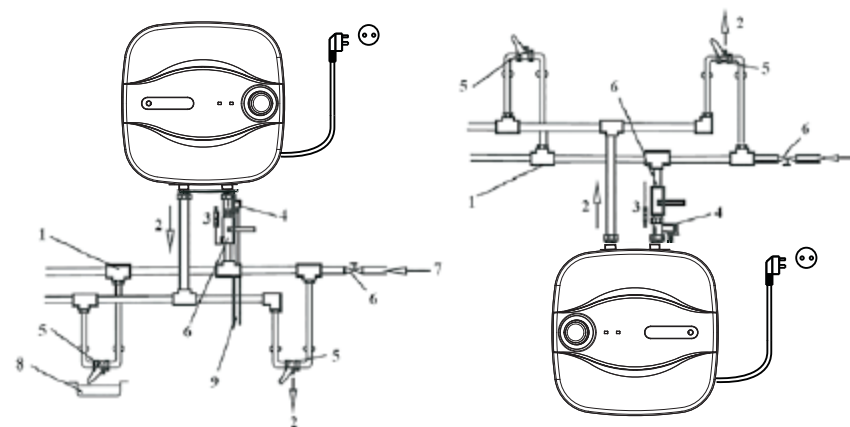

Рис. 7 Для монтажа над раковиной (GN)
- Если пользователь хочет обеспечить поступление воды в несколько точек водоразбора, тогда нужно обратиться к Рис. 7 для ознакомления со способами подключения к трубопроводу.